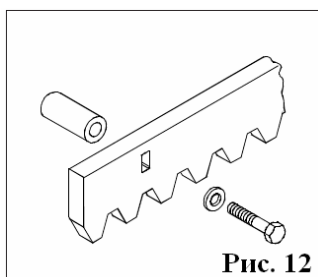

Рис. 12
5.4.2 Крепление стальной зубчатой рейки болтами (рис. 12)